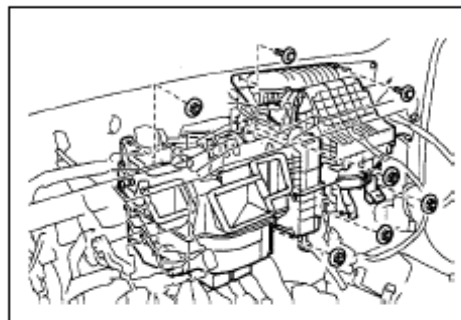

Рис. 445
8. Демонтируйте блок отопителя в сборе (рис. 445)